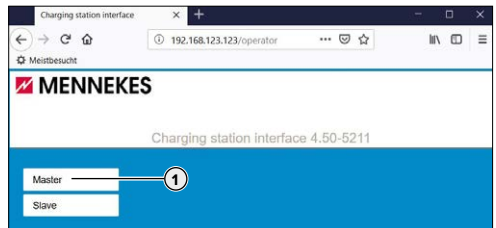

Abb. 22: Auswahlseite: Master - Satellite
- ➔ "Abb. 22: Auswahlseite: Master - Satellite"